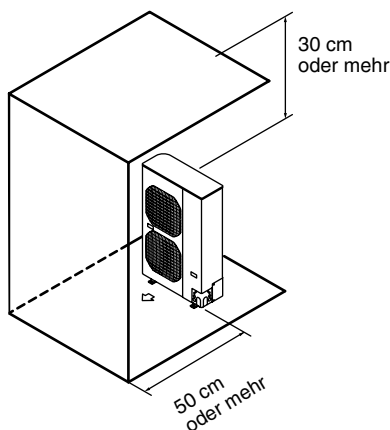

Abb. 2-7
- (3) Hindernisse auf der Vorder- und Oberseite (linke Seite, rechte Seite und Rückseite sind frei). (Abb. 2-7)